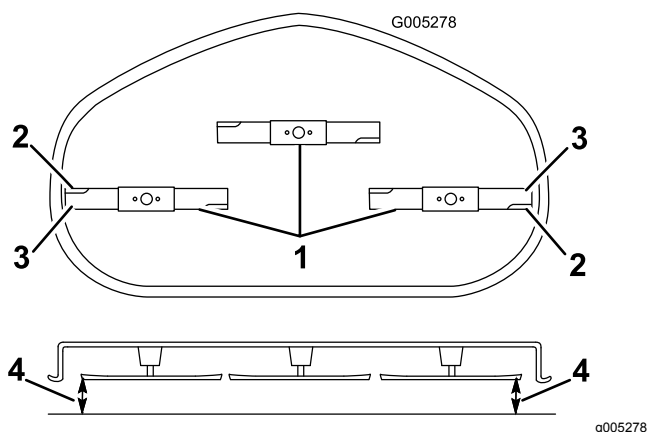

Figure 50
4. Faites pivoter la ou les lames avec précaution pour qu'elles soient toutes parallèles (Figure 50).
5. Mesurez la distance entre les tranchants extérieurs et le sol plat (Figure 50). Si les deux mesures diffèrent de plus de 5 mm (3/16 po), un réglage s'impose. Poursuivez la procédure.